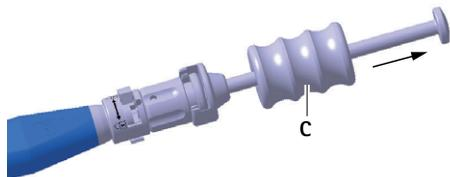

Fig. 6 Extracción del implante de prueba/implante por medio del percutor
- ▶ Extraiga el implante de prueba **D** del espacio discal golpeando suavemente con el percutor **C**, ver Fig. 6.
- ▶ Extraiga el implante **a** del espacio discal golpeando suavemente con el percutor **C**, ver Fig. 6.